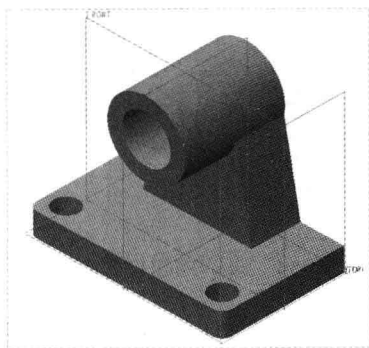

图 4-52 以点为参考创建基准平面
Step 04 单击“确定”按钮，此时系统自动命名为 DTM1，在绘图区的空白位置单击鼠标左键，即可以点为参考创建基准平面，效果如图 4-52 所示。